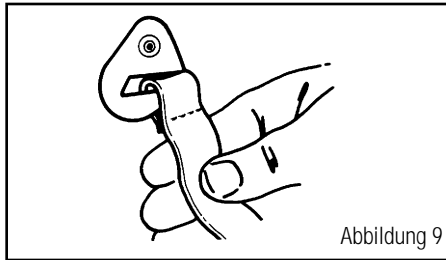

Abbildung 9
1. Befestigen Sie den Kinnriemen an der Innenschale, indem Sie die Kinnriemenschleife über den Haken schieben (Abbildung 9).